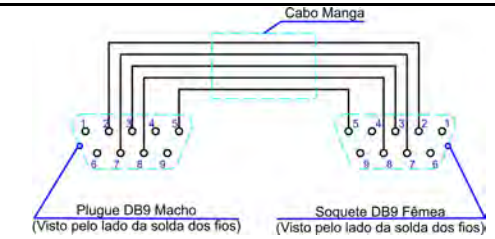

Figura 13: Diagrama del cable de comunicación serial.
2. La comunicación serial con un computador puede ser hecha por cualquier de las puertas y por cualquier de las tomas a través de DNP3, DNP3 LAN/WAN o del programa de comunicación, ITBComm3 (disponible para download e instalación en <http://www.itb.ind.br/ITBSetup3.exe>) con instalación posible en sistema operacional Windows 98 o más reciente, y una conexión entre la puerta serial, USB, y óptica del computador y las puertas del computador y las puertas RS232, en toma DB9, del frontal del control a través de un cable serial USB tipo A o óptica ST disponible en el CTR-2. Si la puerta serial del conmutador es una toma DB9 Macho, el cable a ser utilizado deberá ser ligado conforme diagrama de la figura 13. Las puertas de comunicación también pueden ser utilizadas para comunicación vía modem, bastando para eso que seleccione en el programa de comunicación ITBComm3 una puerta COM que corresponda a un modem y que los controles accesibles también se quedan correctamente conectados a un modem configurado para auto atendimento y con acceso a línea telefónica.